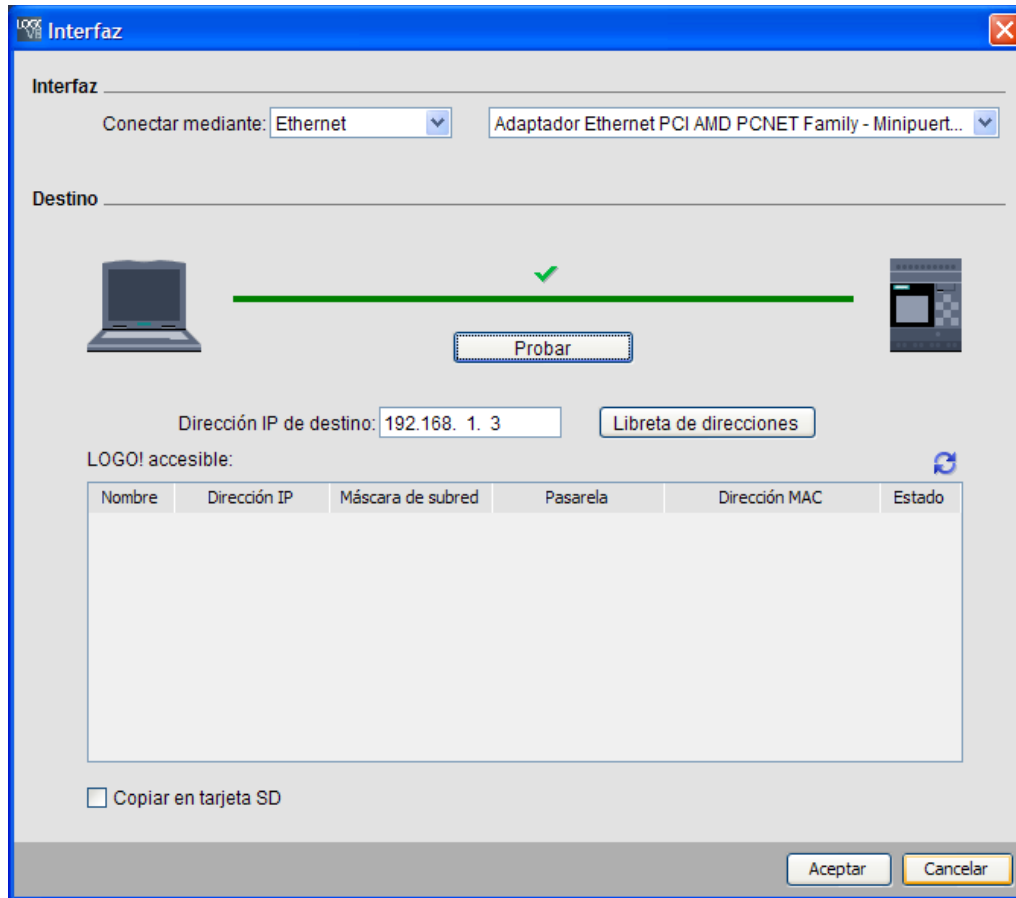

Figura 33. Ventana Interfaz.
LOGO. Aparecerá una ventana de *interfaz*, asegúrese que esté la opción *conectar mediante Ethernet* y presione el botón **Probar** para asegurarse de que exista una buena comunicación con el LOGO!, si todo está bien deberá aparecer un cheque verde tal como se muestra en la Figura 33, si no es así, revise la conexión, la dirección de la PC y del LOGO!. Si aún existen problemas consulte a su docente de laboratorio.
46. Para detener el programa de clic en el icono , se mostrará la ventana de *interfaz* (Figura 33), será necesario que ingrese la dirección IP del LOGO! (en este caso 192.168.1.3) antes de darle **Aceptar**, de igual forma si quiere correr de nuevo el programa de clic en el icono , ingrese la dirección IP y seleccione **Aceptar**.